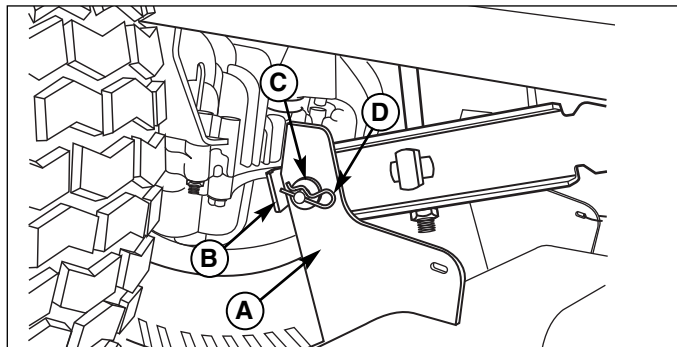

Figure 4. Bras de levage (vue de dessous du côté droit du tracteur)
4. Déposer la goupille (D, Figure 4) et la rondelle (C). Détacher les pattes de levage du carter (A) des bras de levage (B) du tracteur. Remettre les rondelles (C) et les goupilles (D) en place pour ne pas les perdre.
4. Remettre les goupilles (D, Figure 4) et les rondelles (C) en place sur les pattes de levage (A) du carter et les bras de levage (B) du tracteur.